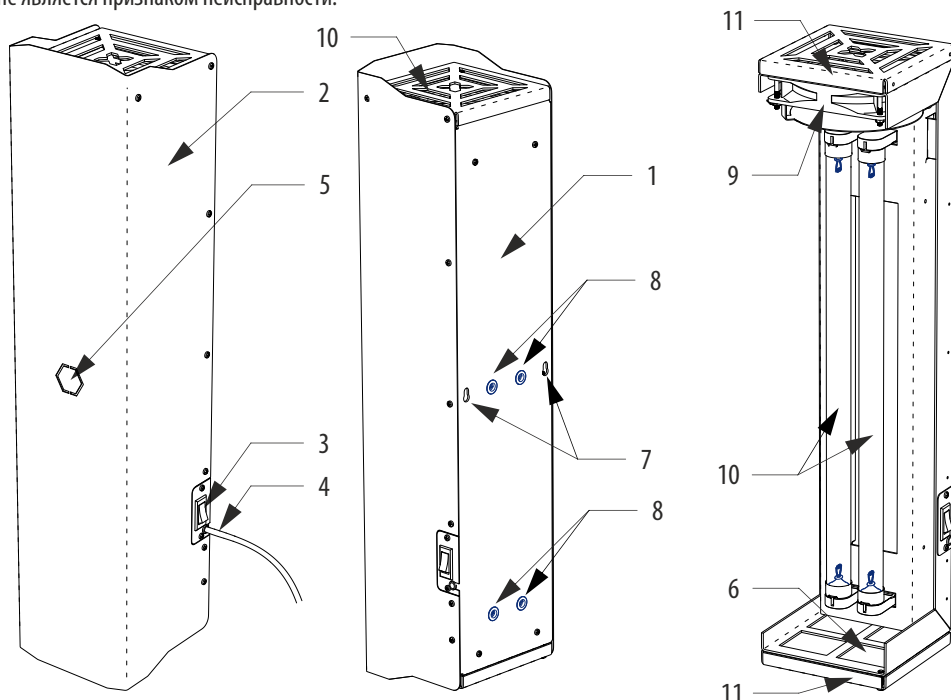

Рисунок 1. Общая конструкция очистителя воздуха ОВУ-03.
- 6.3. Измерьте межцентровое расстояние расстояние между проушинами 7 (см. рис.1). С помощью уровня и линейки (рулетки) разметьте на стене отверстия для монтажа. Выбирайте крепёж в соответствии с материалом стен: шурупы для деревянных стен или стен из древесных материалов; дюбеля с шурупами для бетонных, кирпичных или газосиликатных стен; специальный крепёж для стен из ГКЛ.